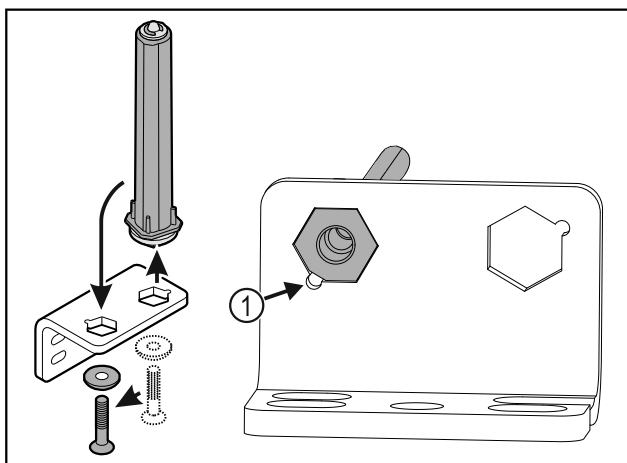

Fig. 34
- ▶ Se till att bultens fasning Fig. 34 (1) är vänd mot det runda hålet vid isättningen.